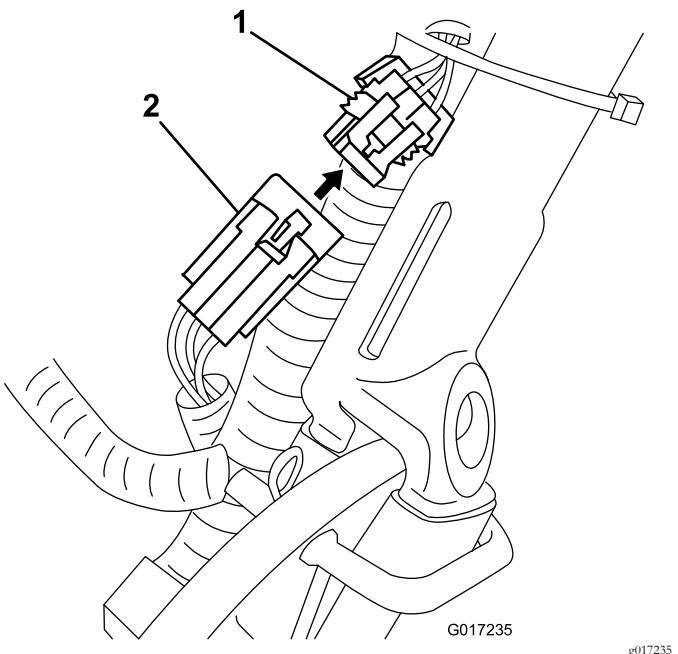

Figura 16
3. Scollegate il connettore piccolo sul pacco al cablaggio preassemblato della macchina dal cablaggio preassemblato principale (Figura 16).
14. Disponete il cablaggio preassemblato pacco-macchina sotto e dietro il cablaggio principale sul lato sinistro della macchina e collegate il connettore piccolo da 6 pin sul cablaggio al connettore corrispondente sul cablaggio preassemblato principale, come illustrato nella **Figura 16**.